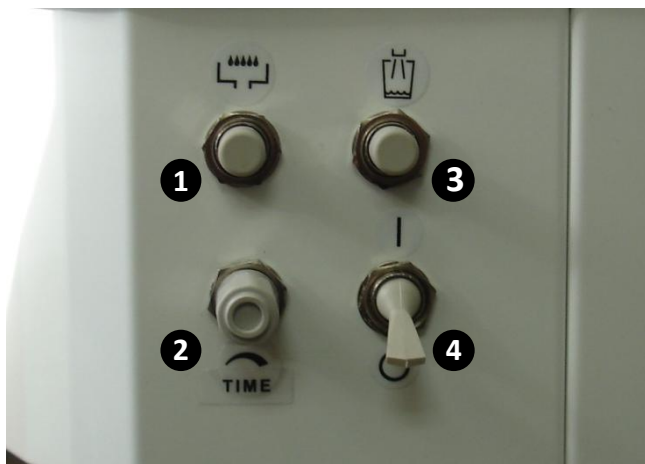

Рисунок 7.1.1
- при короткочасному натисканні кнопки змиву чаші плювальниці відбувається змив чаші. Регулятором TIME (позиція 2 Рисунок 7.1.1) виставляється час на змив плювальниці. Після закінченні цього часу змив автоматично припиняється.
- при короткочасному натисканні кнопки змиву чаші плевальниці відбувається змив чаші. Регулятором TIME (позиція 2 Рисунок 7.1.1) виставляється час на змив плевальниці. Після закінченні цього часу змив автоматично припиняється.